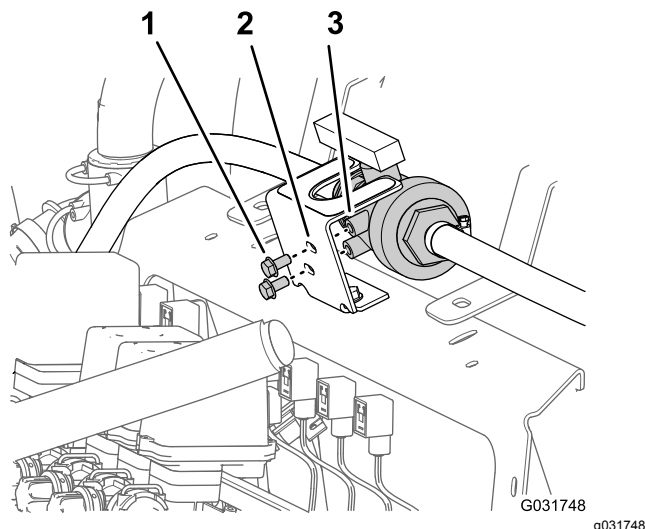

Figura 37
3. Retire los 2 pernos con arandela prensada (5/16" x 5/8") que sujetan la válvula de bola al soporte de montaje de la válvula de bola (Figura 37).